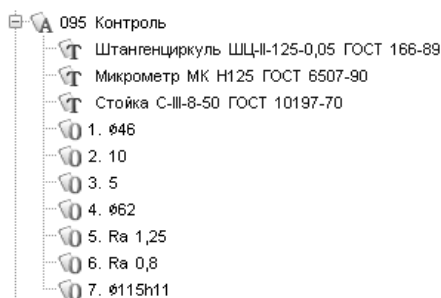

Рис. 9.5.
- Окончательный вид операции представлен на рис. 9.5.